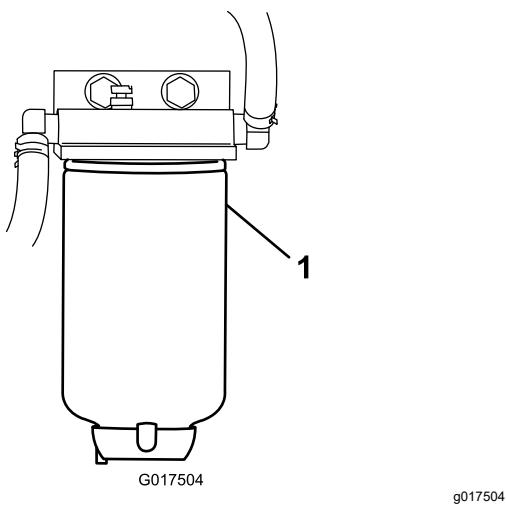

Figura 32
4. Desenrosque el filtro de combustible del soporte (Figura 32).